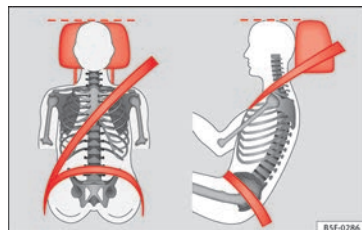

Fig. 83 Poggiatesta posizionato correttamente, vista frontale e laterale.
• Regolare il poggiatesta portandone il bordo superiore alla stessa altezza della parte superiore della testa, almeno all'altezza degli occhi » » **fig. 83.**